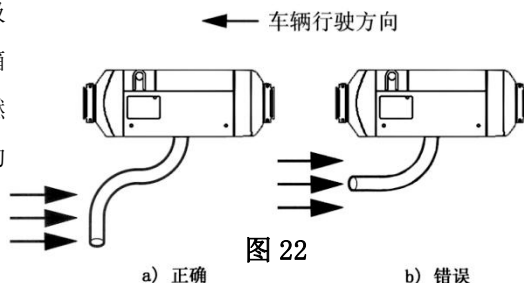

图 22
4.5.3 进气管和排气管, 管路开口不能对着车辆的行驶方向。(图 22)